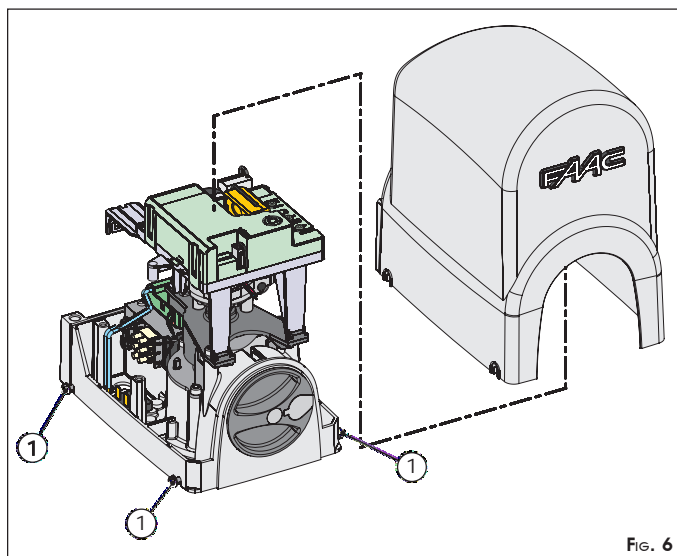

Fig. 5
- De aandrijving is bestudeerd en vervaardigd om verticaal te worden bevestigd (Fig.5). Het is niet mogelijk de aandrijving in andere posities te installeren.